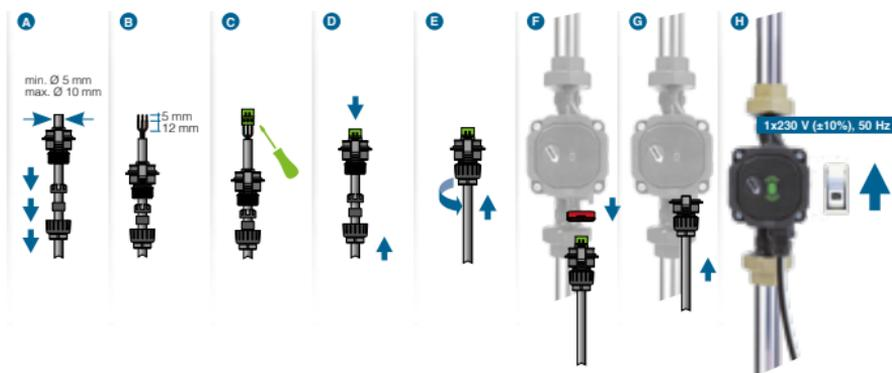

Fig. 8.1: Collegamento elettrico
1. Collegare i conduttori di alimentazione ai morsetti come illustrato in Fig. 8.1, passaggi da A a C. Nel caso di utilizzo di cavi a tre poli, rimuovere l'estremità del cavo di messa a terra.
2. Incastrare la morsettieria nell'apposita sede assicurandosi di collegare il filo blu (conduttore di neutro) con N e il filo nero/marrone (fase) con L (Fig. 8.1.D).
3. Avvitare le due viti (Fig. 8.1.E - la coppia di serraggio deve corrispondere ad un valore massimo di 0,3 Nm).
4. Serrare il dado di tenuta al passacavo (Fig. 8.1.F - (la coppia di serraggio deve corrispondere ad un valore massimo di 2 Nm).
5. L'indicatore LED se acceso indica che l'alimentazione elettrica è presente (Fig. 8.1.G).